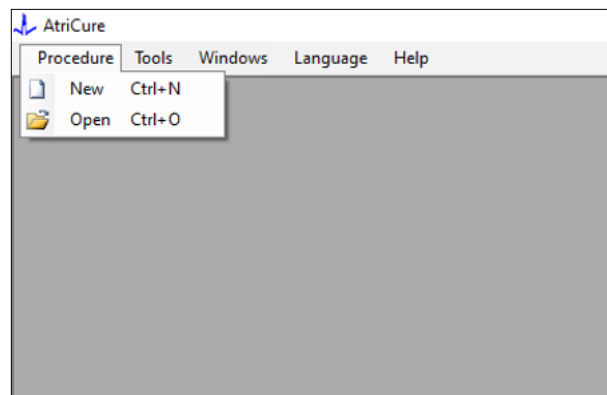
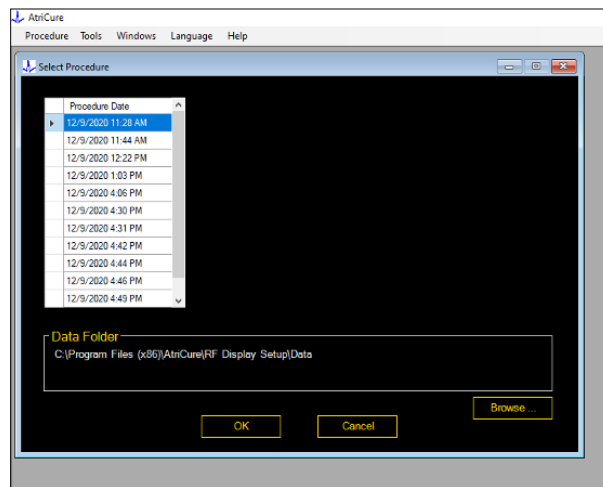

Figure 6 : Possibilité d'ouvrir une ablation spécifique pour examen
Figure 7 : Sélection d'une ablation déjà effectuée pour examen (image pour référence seulement)
1. En sélectionnant Intervention > Ouvrir (voir **Figure 6** et **Figure 7**) :